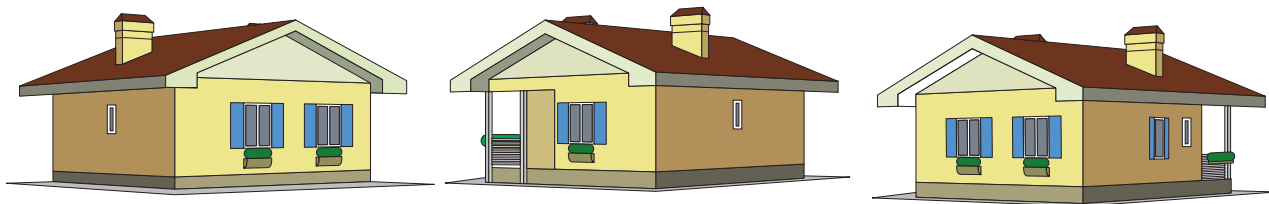

Рис. 1.9. Эскизы одноэтажного дома
- ☐ рабочие эскизы готового дома (рис. 1.9);